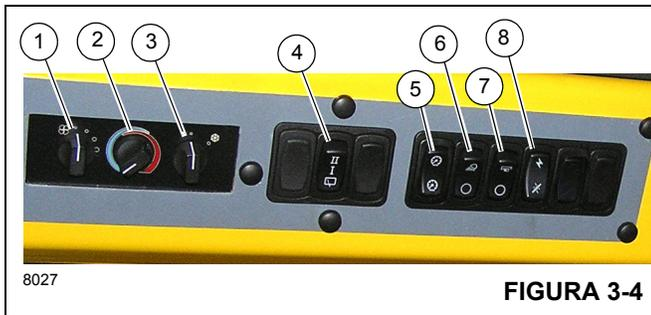

FIGURA 3-4
O limpador do teto solar (2, Figura 3-3) é controlado pela chave do teto solar, (4, Figura 3-4) e é operado pelo motor do limpador.
Números dos itens da Figura 3-4
A chave do ventilador do aquecedor/ar-condicionado (1), (Figura 3-4) controla a rotação do ventilador da cabine. A chave de rotação do ventilador controla o volume de saída do ar aquecido (ou a saída do ar refrigerado) do ventilador. Os ajustes são desligado, rotação baixa, rotação média e rotação alta.
A chave de controle do aquecedor (2) (Figura 3-4) controla a intensidade da temperatura de aquecimento. Gire a chave à direita (sentido horário) para abrir a válvula de aquecimento. (O calor é fornecido pelo fluido aquecido que passa pela serpentina do aquecedor). Gire a chave à esquerda (sentido anti-horário) para fechar a válvula e interromper a vazão do fluido, diminuindo o aquecimento.
A chave do ar-condicionado (3) (Figura 3-4) controla a operação do sistema de ar-condicionado opcional. Os ajustes são desligado (O) e ligado (I).
O limpador do teto solar acionado eletricamente é instalado para retirar a umidade do teto solar. O limpador do teto solar é controlado pela chave do limpador do teto solar (4) (Figura 3-4). É uma chave de 3 posições Desligada/Baixa velocidade/Alta velocidade.
A chave reguladora da luz do painel (5) (Figura 3-4) controla a iluminação dos controles do teto do aquecedor/ar-condicionado e do indicador de temperatura do óleo da transmissão (7) (Figura 3-3). Pressione a chave para aumentar ou diminuir a iluminação do painel.
A chave das luzes de trabalho (6) (Figura 3-4) controla as luzes de trabalho do guindaste montadas na parte inferior dianteira da cabine da superestrutura. Pressione a parte superior da chave para ligar as luzes de trabalho. Pressione a parte inferior da chave para desligar as luzes de trabalho.
A chave das luzes da lança (7) (Figura 3-4) localiza-se no painel lateral do mostrador. Esta chave de duas posições (ON/OFF) controla a operação dos holofotes da lança. Pressione a parte superior da chave para ligar as luzes da lança, pressione a parte inferior da chave para desligar as luzes.
A chave de alimentação das funções do guindaste (8) (Figura 3-4) localiza-se no painel lateral do mostrador. Esta chave de duas posições ON/OFF (LIGA/DESLIGA) permite que o operador desligue a energia das funções do guindaste acionadas pelos controladores remotos hidráulicos localizados nos apoios de braço. Posicionar a chave em OFF evita a operação acidental das funções devido a solavancos nos controladores durante um trajeto ou qualquer outra operação. Com a chave na posição Desligada, evita-se também a operação do guincho de alta velocidade.